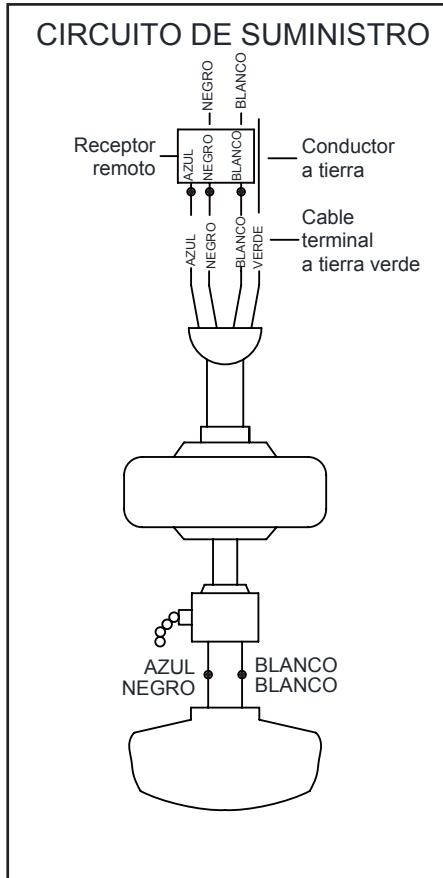

Figura 11
Sigue estos pasos para conectar tu ventilador al circuito de tu hogar. Usa las tuercas de conexión de cable incluidas con el ventilador y el control remoto. Asegura los conectores con cinta aislante. Asegúrate de que no haya conexiones ni cables sueltos. (Figura 11)
1. Conecta el conductor a tierra del cable de 120 V (puede ser un cable desnudo o un cable con aislante verde) al (los) cable(s) terminal(es) a tierra verde(s) del ventilador (Figura 11).
3. Conecta el cable negro del motor del ventilador al cable negro del receptor usando una tuerca de cable (Figura 11).
4. Conecta el cable azul del motor del ventilador al cable azul del receptor usando una tuerca de cable (Figura 11).
5. Conecta el cable negro del receptor al cable negro de suministro de energía (positivo) usando una tuerca de cable (Figura 11).
6. Conecta el cable blanco del receptor al cable blanco de suministro de corriente (neutro) usando una tuerca de cable (Figura 11).